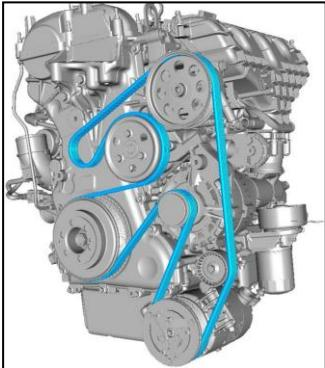

Fig 1
3. Take note of the under-hood belt routing diagram. If missing, refer to Fig 1.
13. Slowly release the tensioner until the belt is tensioned. **Note: refer to Fig 1 or under hood sticker for proper belt routing. Check and ensure that belt ribs are properly seated in all the pulley grooves.**
3. Consulter le schéma d'acheminement de la courroie sous le capot. En l'absence de celui-ci, se reporter à la Fig. 1.
13. Relâcher lentement le tendeur jusqu'à ce que la courroie soit tendue. **Remarque : se reporter à la Fig. 1 ou à l'autocollant apposé sous le capot pour une installation correcte de la courroie.** Vérifier et s'assurer que les nervures de la courroie sont bien en place dans toutes les rainures de la poulie.
13. Deje ir el tensor lentamente, hasta que la correa quede tensa. Nota: vea la Fig. 1 o la calcomanía debajo del cofre para comprobar el esquema de recorrido de la correa. Verifique y asegúrese de que las costillas de las correas estén bien asentadas en todas las ranuras de las poleas.